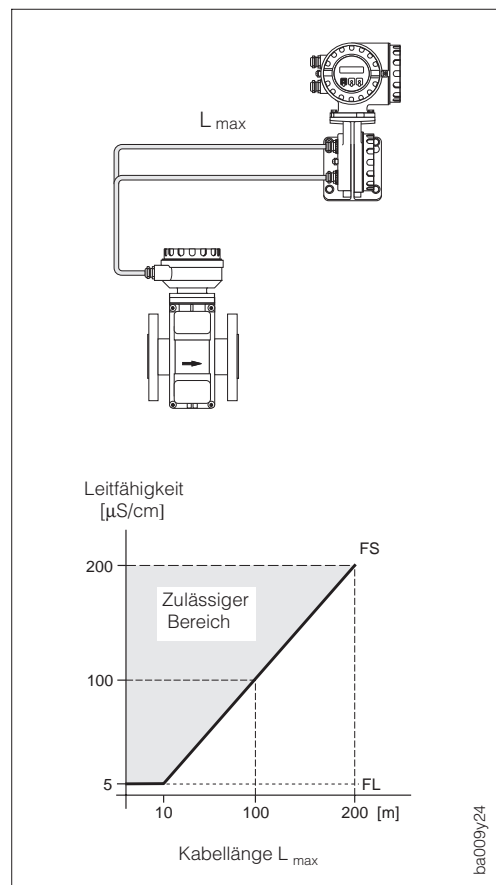

Abb. 19
- Die zulässige Kabellänge L_{\max} wird ab einer Entfernung > 10 Meter grundsätzlich von der Meßstoffleitfähigkeit bestimmt (s. Abb. 19).
- Alle Meßstoffe mit einer Mindestleitfähigkeit von $\geq 5 \mu\text{S}/\text{cm}$ (demineralisiertes Wasser $\geq 20 \mu\text{S}/\text{cm}$) können gemessen werden und zwar *unabhängig* von der Entfernung zwischen Meßumformer und Meßaufnehmer (s. Abb. 19).